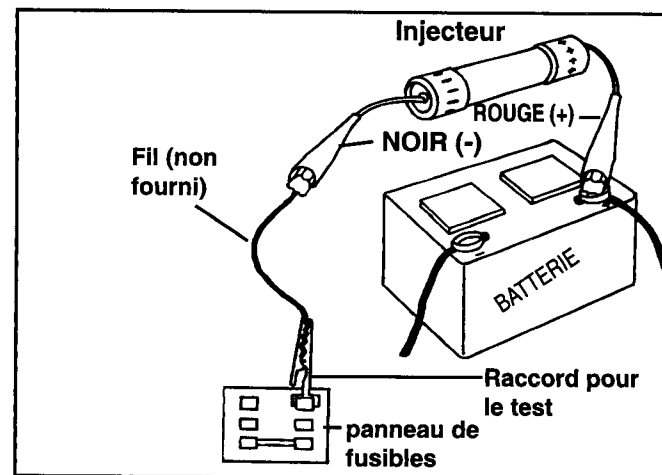

Figure 2
1. Connectez l'injecteur rouge (+) à la borne positive de la batterie (+) et l'autre injecteur (noir) à une section de fil isolé (non fourni) qui soit suffisamment longue pour atteindre le panneau des fusibles (Voir figure 2 ci-dessous).